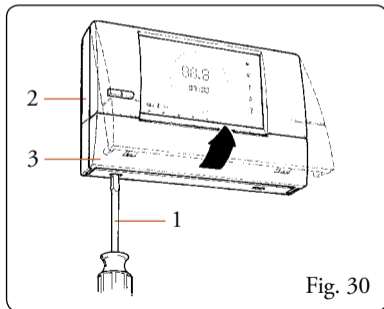

Fig. 30
- 1) Separare con cacciavite (Fig. 30 pos. 1) la dima di fissaggio (Fig. 30 pos. 2) dal corpo Comando Remoto (Fig. 30 pos. 3).